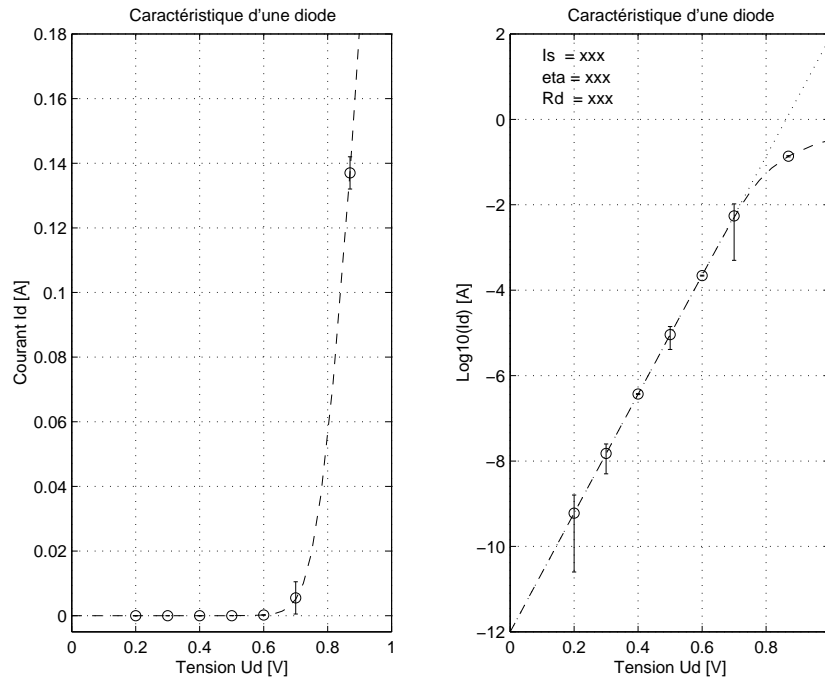

FIG. 11: Modélisation de la caractéristique d'une diode
1. Avec Matlab, calculez et dessinez les graphes de la figure 11.